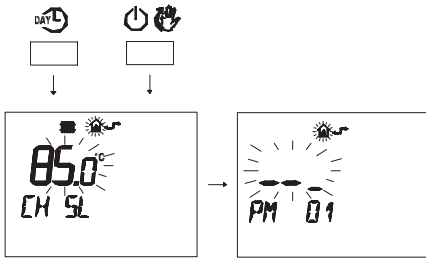

Figura 5.45
- Premere contemporaneamente i pulsanti DAY e ON/OFF per entrare nella programmazione trasparente (Figura 5.45).